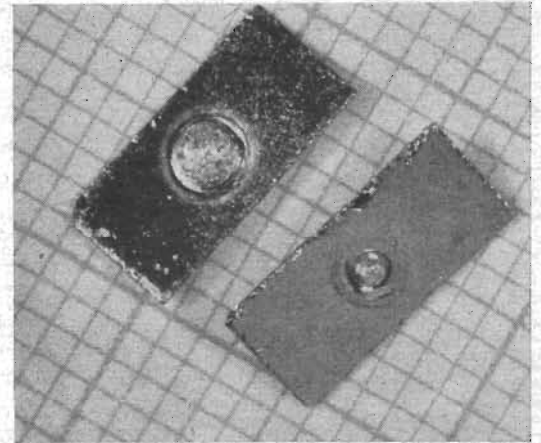

Fig. 10. Germaniumplattan för en effekttransistor i stark förstoring.
och etsar ytan ner till en tjocklek av 0,14 mm (2). Därefter anbringas två runda skivor av indium på germaniumplattan från båda sidor: det bildar då ett spärrskikt med en tjocklek av några få  $\mu$  (3). Efter det att en baselektrod av nickel löts på (4) lödes silvertrådar på indiumskivorna (5). Det hela sättes på en stödskena (6) och smältes in i ett hölje så att transistoren blir skyddad för luft och fuktighet. Detta hölje (7) svärtas samtidigt, så att inte någon icke önskad fotocelleffekt kan uppträda. Germanium uppvisar nämligen en utpräglad fotoeffekt. I fig. 10 visas i stark förstoring en germaniumplatta för en effekttransistor.